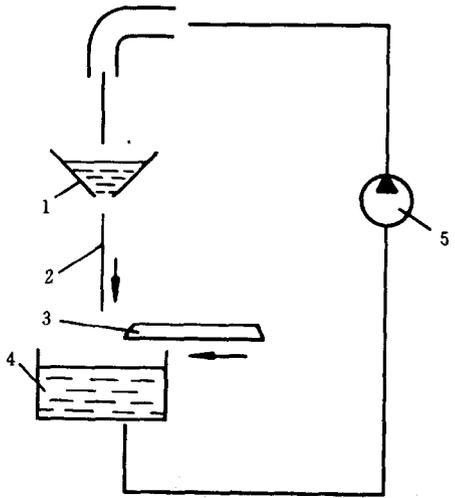

图 1.1-15 幕帘淋涂示意图
2)幕帘淋涂设备构造及各部分名称,如图 1.1-15 所示。